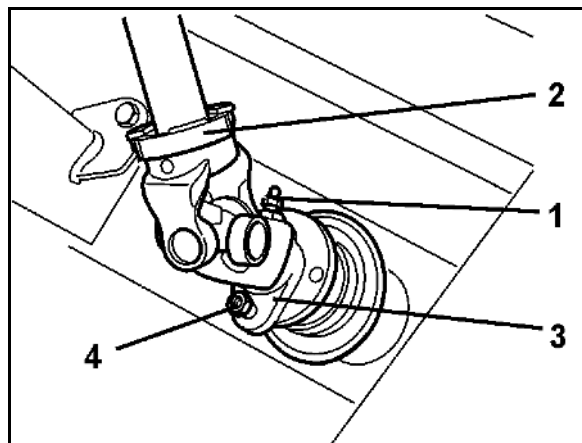

Fig. 96
2. Aflast fjedrene (Fig. 96/1) ved at løsne møtrikkerne (Fig. 96/2).